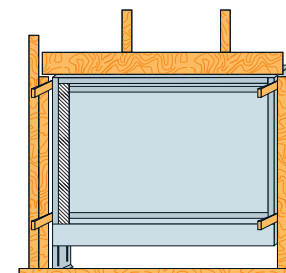

Figure 4 : Ajoutez des cales
3. Ajoutez des cales (si nécessaire) pour assurer le bon ajustement et éviter la déformation (voir **Figure 4**).